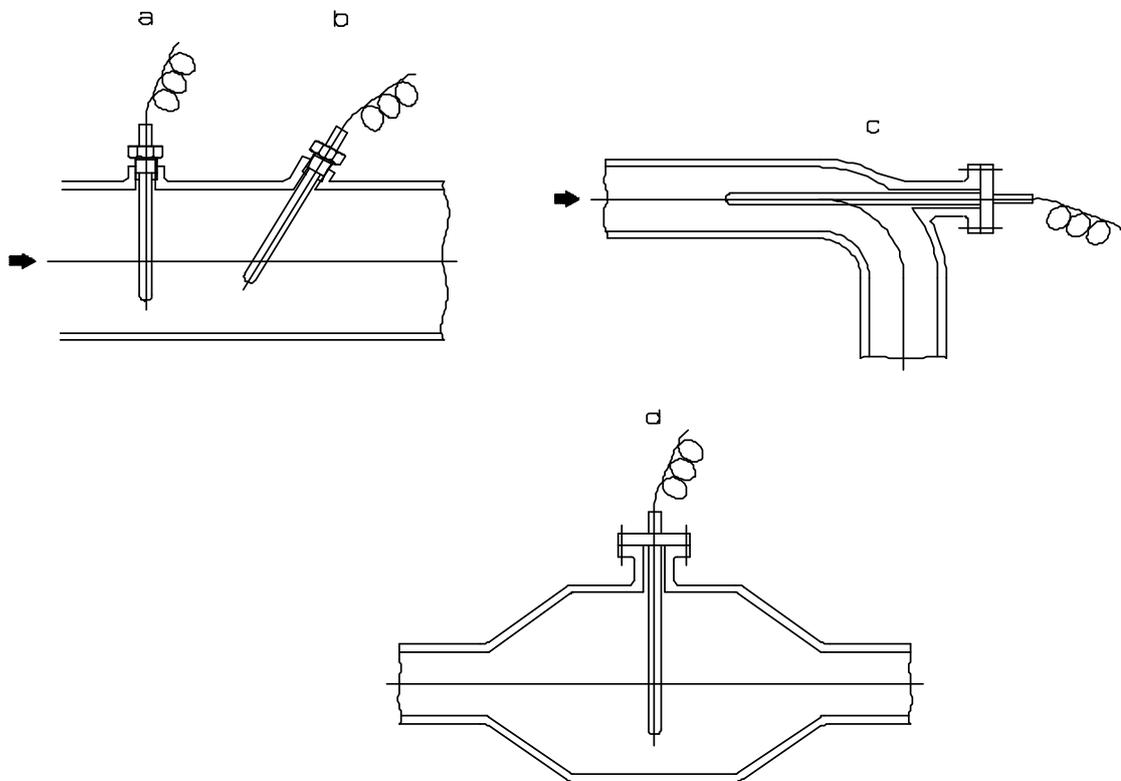

図7-1
②配管への設置例を図7-1に示します。このうち最も良い設置方法はc図の例です。この方法では、十分な感温部長さを確保できます。